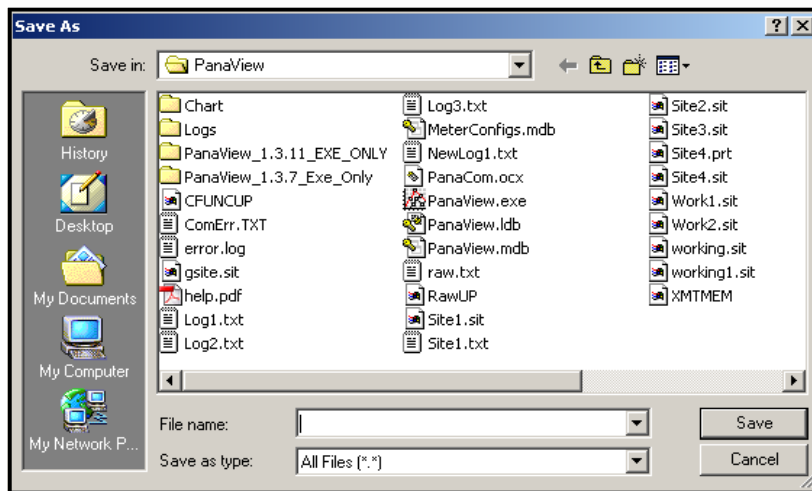

Figure 13 : Enregistrement des données de réseau de signaux dans un fichier
- Si vous double-cliquez sur Pour enregistrer, une autre fenêtre s'ouvre similaire à la Figure 13. Entrez un nom de fichier et cliquez sur [Enregistrer]. PanaView sauvegarde les données de réseau dans un fichier Windows et ferme la fenêtre Calibrage/Test.
- Si vous double-cliquez sur *Pour enregistrer*, la fenêtre *Enregistrer sous* (similaire à la Figure 13 à la page 51) s'ouvre. Entrez un nom de fichier et cliquez sur [Enregistrer]. PanaView sauvegarde les données de réseau dans un fichier Windows et ferme la fenêtre Calibrage/Test.